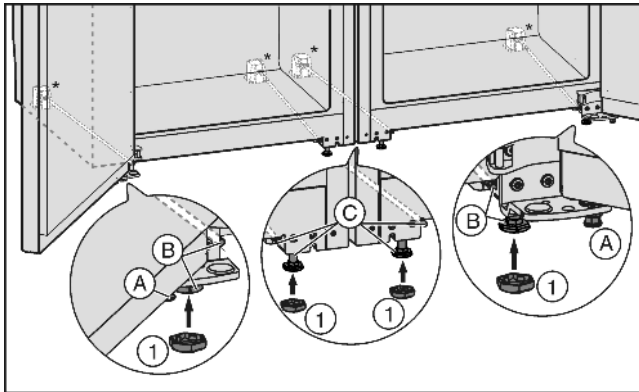

Fig. 4
▶ 必要时在两个设备前将垫脚 Fig. 4 (A) 完全转入，这样就不会接触地板。
▶ 将套子 Fig. 4 (1) 放在前面四个垫脚上。
▶ 旋入中间的垫脚 Fig. 4 (C)，以便能够不接触地板。
▶ 通过外垫脚 Fig. 4 (B) 校准组合。
- ▶ 再次降低中间的垫脚 Fig. 4 (C)，直至其接触到地板。
- ▶ 然后支撑门：降低托架上的垫脚 Fig. 4 (A)，直到垫脚平置于地板，然后继续旋转 90°。